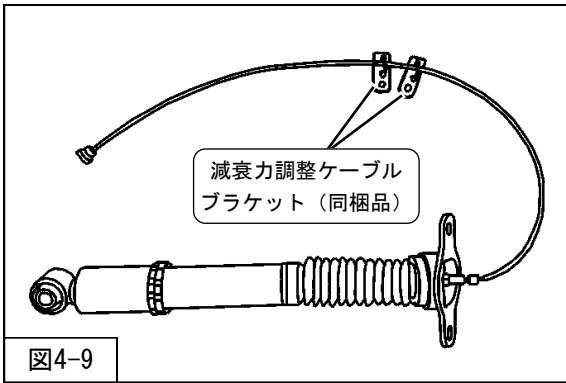

図4-9
13. リアショックアブソーバASSYに減衰力調整ケーブルブラケット (同梱品) を仮付けしてください。(図4-9)